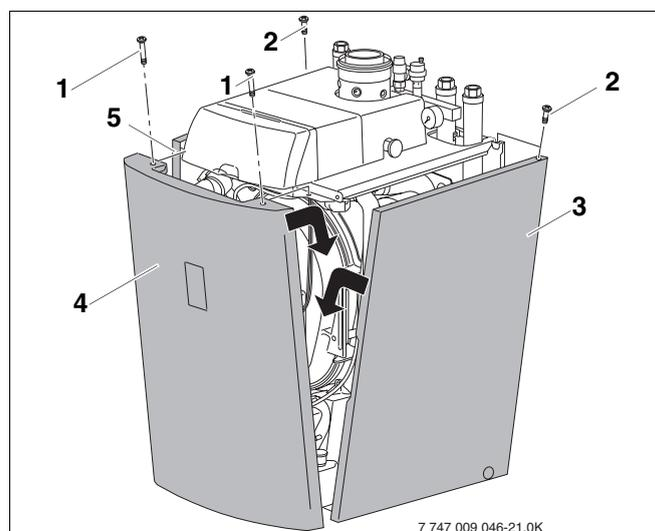

Bild 41 Vorder- und Seitenwände montieren
- Rechte (Bild 41, **Pos. 3**) und linke Seitenwand (Bild 41, **Pos. 5**) wieder anbringen und mit je einer Schraube (Bild 41, **Pos. 2**) am Heizkessel anschrauben.
- Vorderwand (Bild 41, **Pos. 4**) wieder einhängen und mit zwei Schrauben (Bild 41, **Pos. 1**) anschrauben.